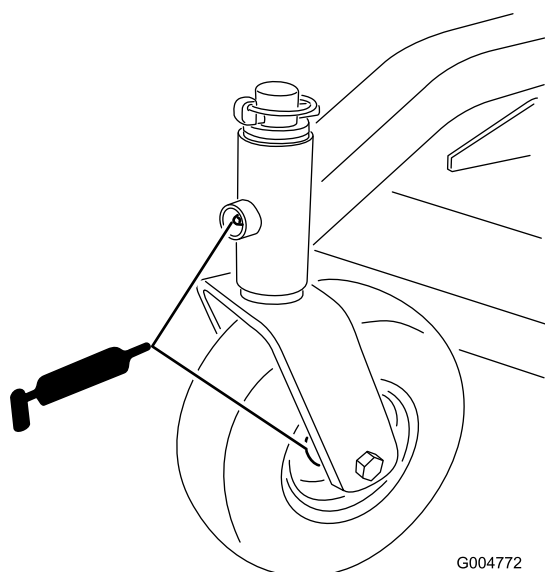

Figure 21
1. Lubrifiez les roulements des roues pivotantes avant ainsi que les pivots avant (Figure 21).
4. Enlevez le chapeau de moyeu de la roue arrière. Graissez le roulement de roue arrière (Figure 21).